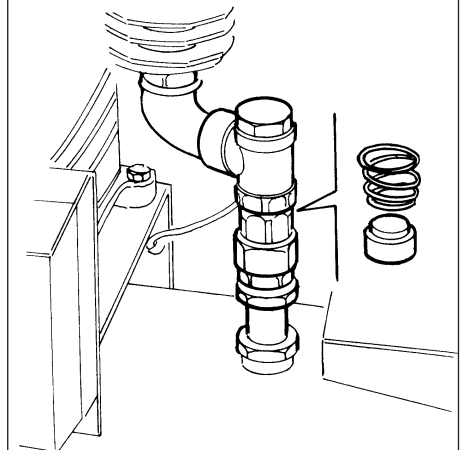

fig. 14
- de terugslagklep nakijken, door ze te openen en haar onderdelen te reinigen (Fig. 14).